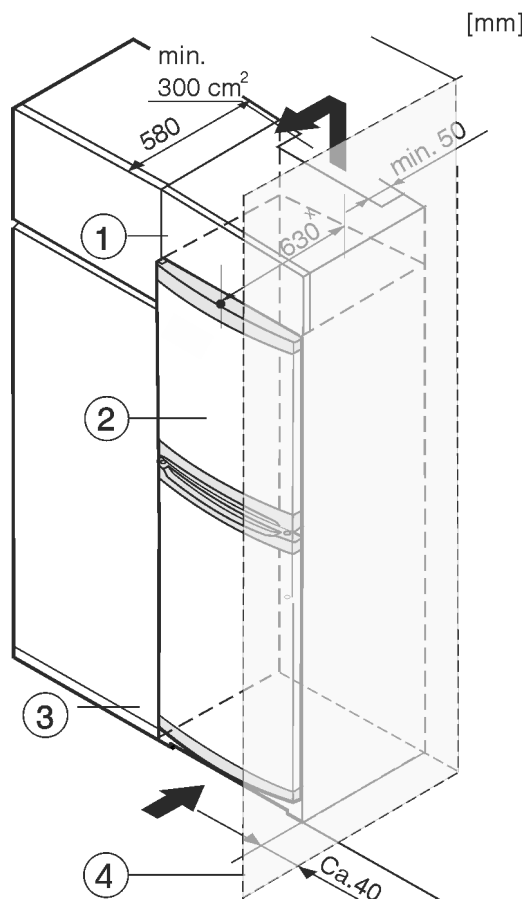

Fig. 8
Zariadenie môže byť zabudované medzi kuchynskými skriňami. Aby sa zariadenie Fig. 8 (2) prispôbilo výške kuchynskej linky, môže sa nad zariadením umiestniť nadstavná skrinka Fig. 8 (1).
Pri vstavaní s kuchynskými skriňami (hĺbka max. 580 mm) je možné zariadenie inštalovať priamo vedľa kuchynskej skrine Fig. 8 (3). Zariadenie vyčnieva nabok 34 mm * a v strede zariadenia 50 mm * oproti prednej časti kuchynskej skrine.
Ak je zariadenie umiestnené so zavesením vedľa steny Fig. 8 (4), musí vzdialenosť medzi zariadením a stenou činiť minimálne 40 mm. To zodpovedá presahu držadla pri otvorených dverách.